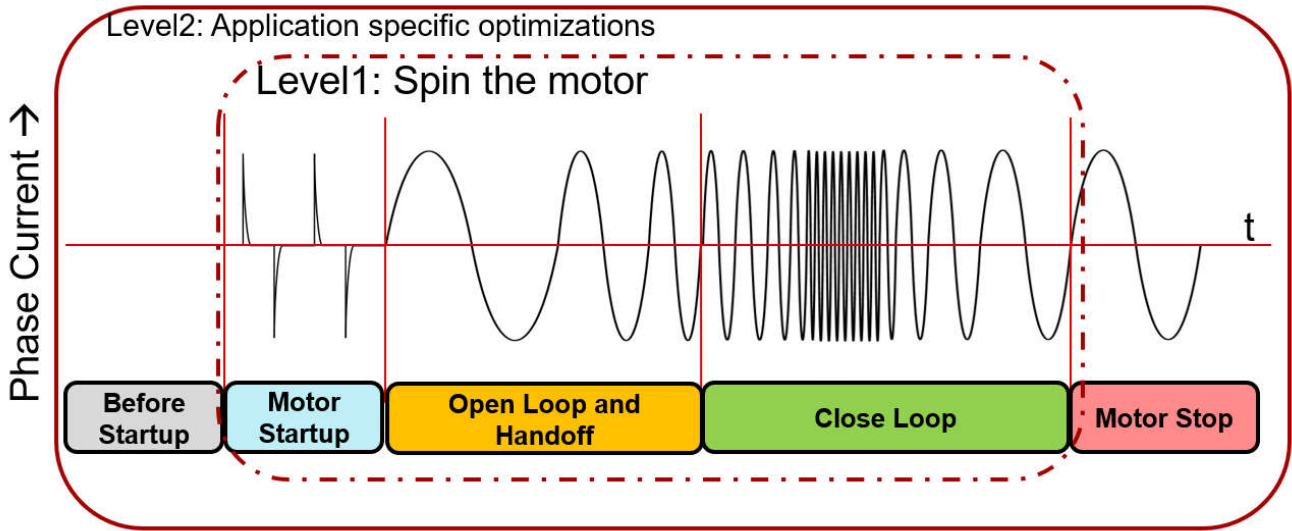

图 6-4. 调优阶段
*SmartTune* 执行一种算法，可根据用户选择的控制模式测量电机的电气参数（包括电机相电阻、电感、BEMF 常数），并根据用户选定的控制模式计算控制环路系数。此外，其还可配置很多参数，如启动模式、开环电流和加速率以及实现 1 级所需的各种故障配置：旋转电机功能，如 图 6-4 中标注所示。